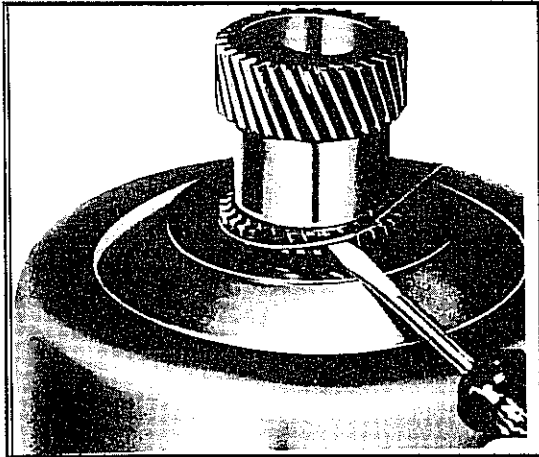

Abb. 10-103 Entfernen des Halterings am Sonnenrad
- Den hinten angebrachten Federring, wie in Abb. 10-103 gezeigt entfernen, um die Befestigung des Sonnenrads im Antriebsgehäuse zu lösen.